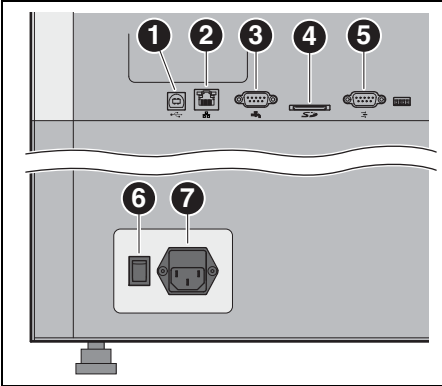
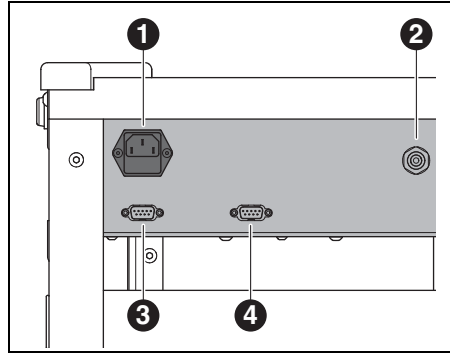

Fig. 11 Interfaces sur la face arrière de la fraiseuse
Fig. 12 Interfaces sur la face arrière de l'unité d'alimentation
- ▷ Connecter l'interface de commande pour l'aspiration à l'arrière de la fraiseuse ([3] sur la figure 11) ainsi qu'à l'arrière de l'unité d'alimentation ([3] sur la figure 12) au câble de commande.
- ▷ Raccorder le câble de commande de l'aspiration à l'interface pour l'aspiration à l'arrière de l'unité d'alimentation ([4] sur la figure 12).
- ▷ Connecter le câble d'alimentation au branchement secteur ([1] sur la figure 12) de l'unité d'alimentation ainsi qu'à une prise secteur.
- ▷ Connecter l'interface USB ([1] dans la figure 11) de la fraiseuse et une douille USB libre du PC au câble USB.